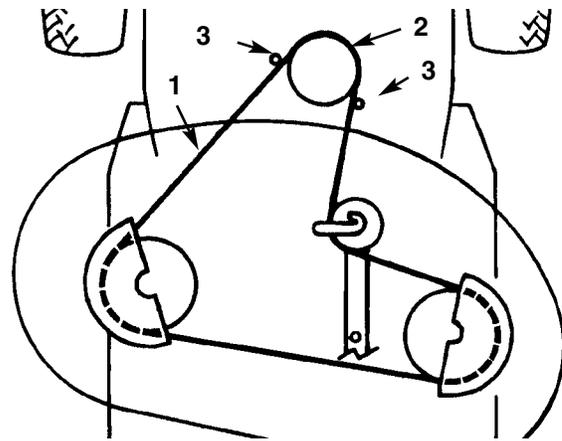

Fig. 42
14. Togliere la cinghia del tosaerba dalla puleggia inferiore del motore (Fig. 42). Flettere leggermente, con cautela, la guida (o guide) della cinghia dalla puleggia per smontare la cinghia. Se fosse troppo difficile smontare la cinghia, allentare i bulloni e i dadi che fissano le guide.
4. Montare la cinghia del tosaerba sulla puleggia inferiore del motore (Fig. 42). Flettere leggermente, con cautela, la guida (o guide) della cinghia dalla puleggia per montare la cinghia. Se fosse troppo difficile montare la cinghia, allentare i bulloni e i dadi che fissano le guide.